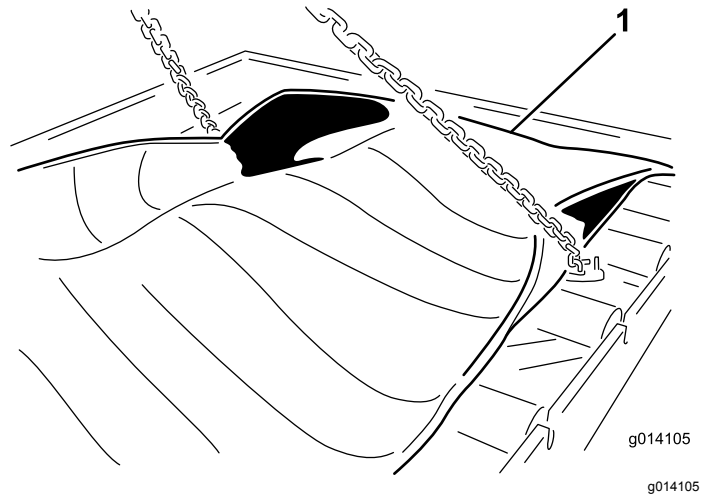

Figure 59
23. Retirez les 24 boulons pour libérer la cassette (Figure 59).